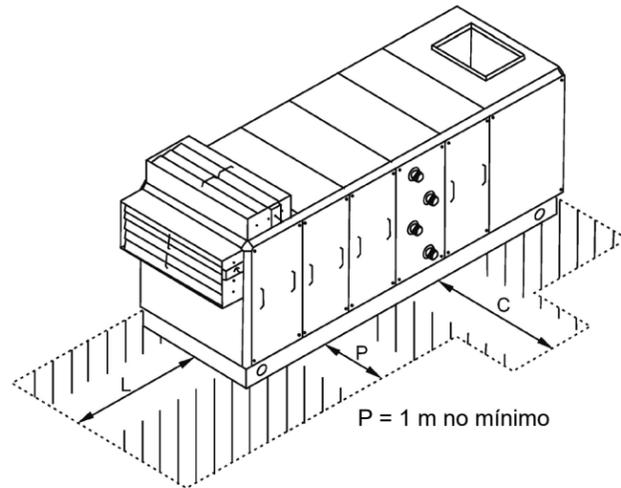

Figura 6
5. Quando a unidade for posicionada no local, deverá haver espaço suficiente ao redor dela para garantir a operação correta e para que a manutenção efetiva possa ser realizada. A Figura 6 fornece os espaçamentos recomendados.
- No lado de acesso designado da unidade, as áreas de trabalho devem ter espaço mínimo de 1 metro (P).